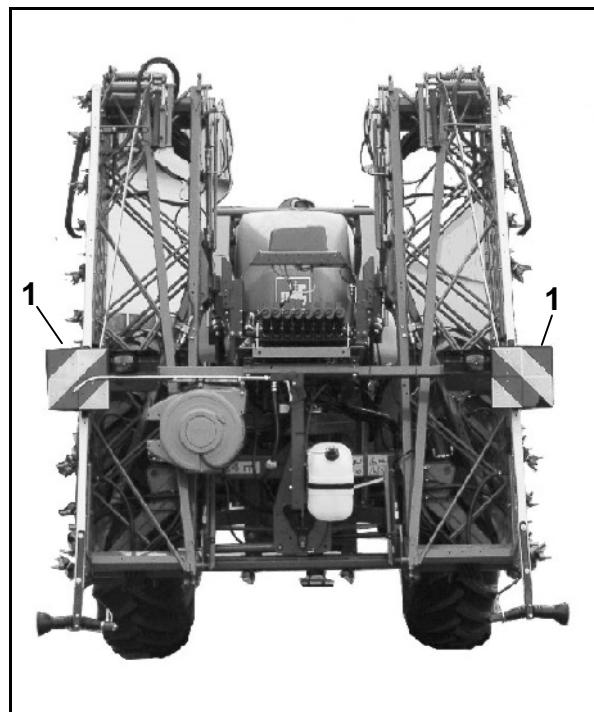

Рис. 72
- Задняя система освещения (Рис. 72/ 1),